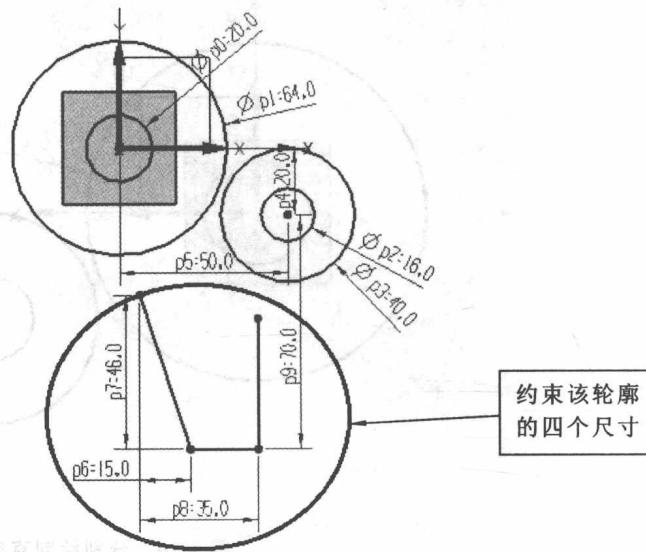

图 1-19 轮廓尺寸约束
(7) 点击【快速尺寸】，该轮廓尺寸约束如图 1-19 所示。